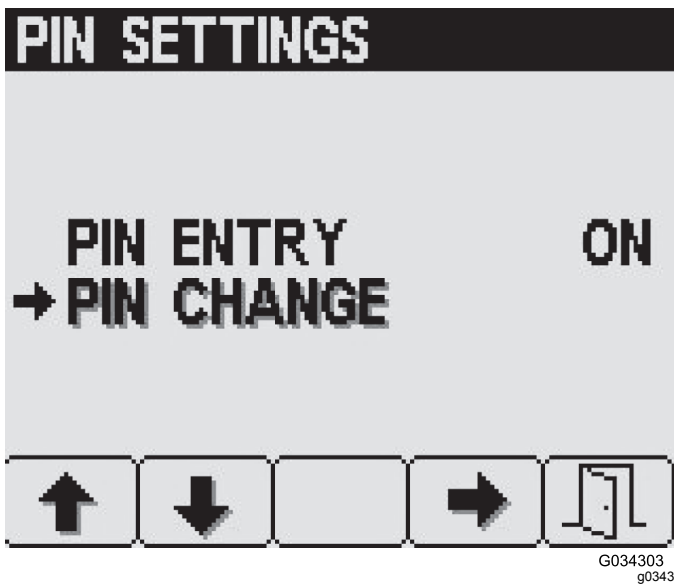

Рисунок 34
3. На экране PIN Settings (Настройки ПИН-кода) нажмите кнопку 2, чтобы перейти к пункту PIN Change (Изменение ПИН-кода), а затем нажмите кнопку выбора 4 (Рисунок 34).